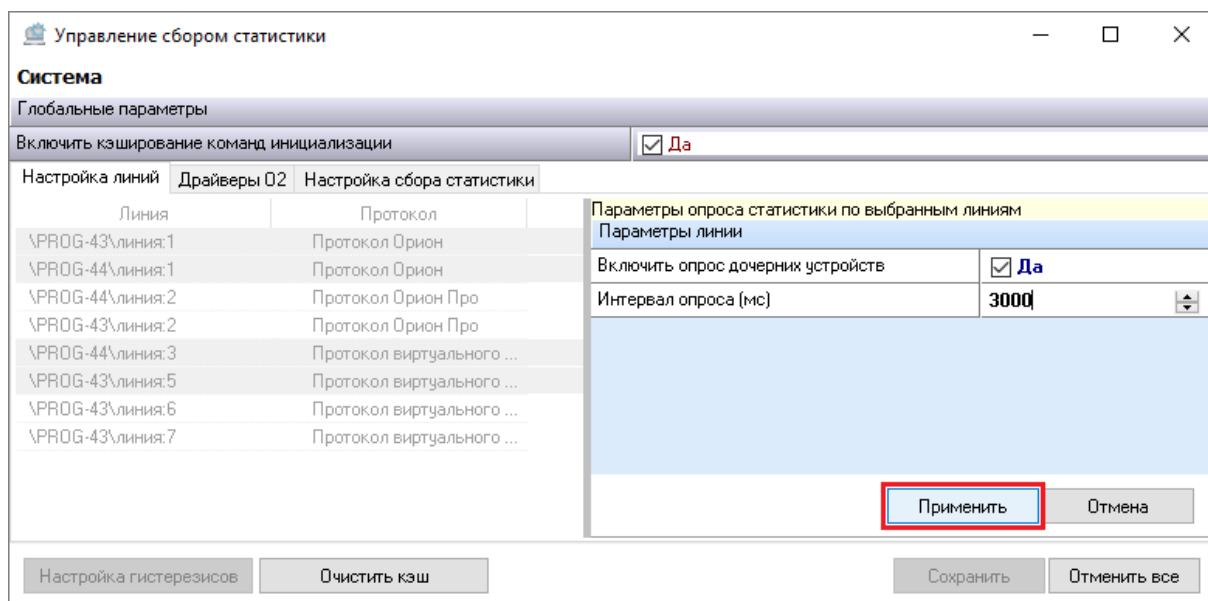

Рисунок 6-219 Применение параметров опроса статистики для выбранных линий
- 4) нажмите кнопку «Применить» (см. Рисунок 6-219).